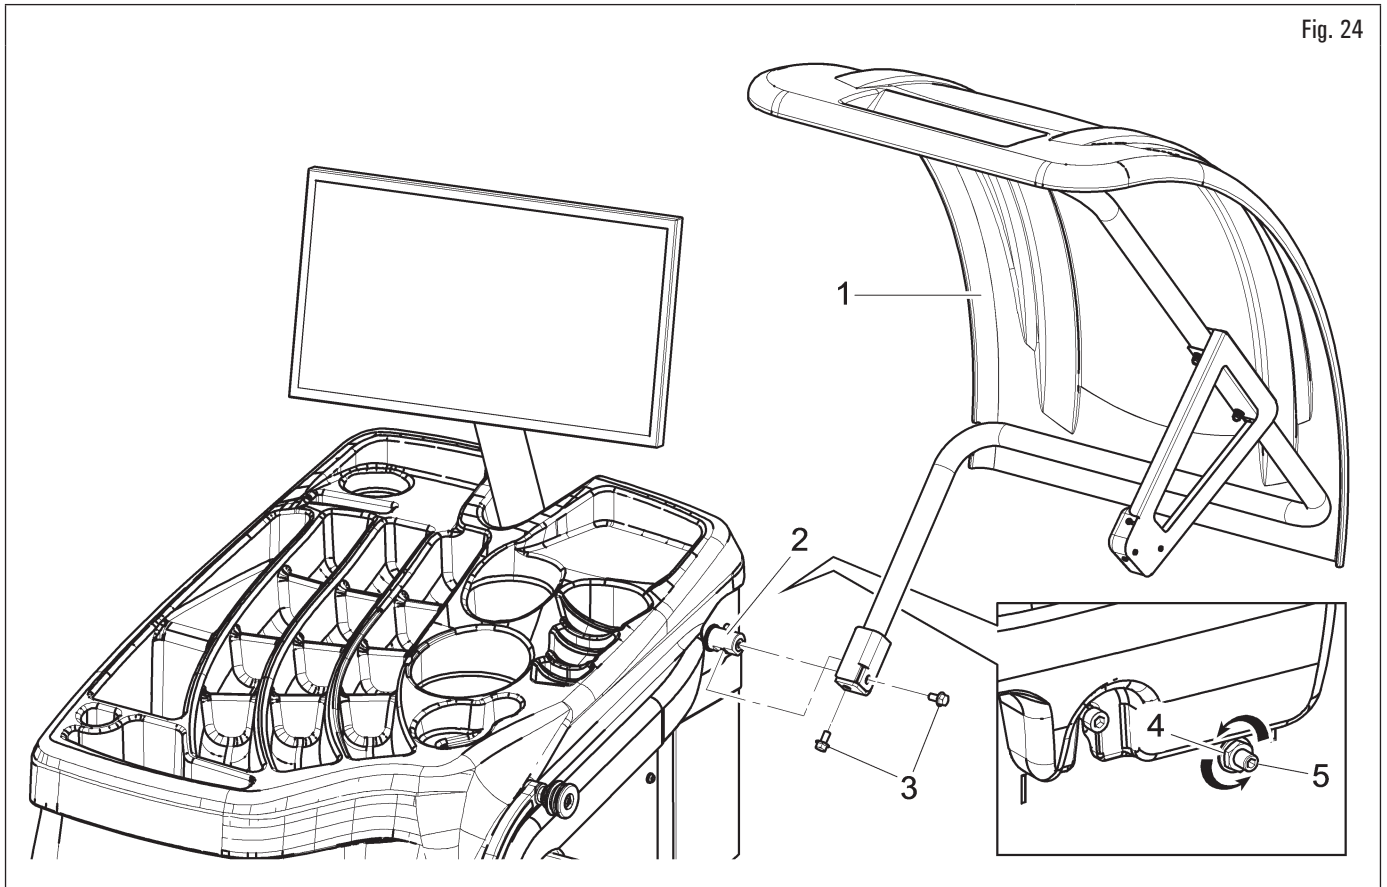

Fig. 24
1. Montar el cárter de protección (Fig. 24 ref. 1) al soporte (Fig. 24 ref. 2) con los tornillos (Fig. 24 ref. 3);
2. regular el movimiento del cárter aflojando la tuerca (Fig. 24 ref. 4) y enroscando (aumento de frenado de rotación) o desenroscando (disminución de frenado de rotación) la tuerca (Fig. 24 ref. 5).